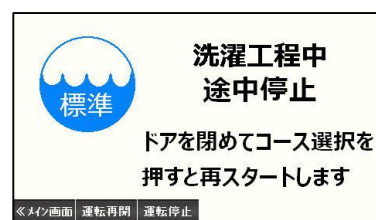

図7-4
- ・エラー発生時に途中停止状態になります。(図7-4)
- ・エラーが発生した場合、エラーの解除を行うと図7-4の画面に切り替わります。この画面の状態で、任意のコース選択スイッチを押すことで、エラー発生前に行っていたコースの工程に戻ることができます。
途中停止した場合、画面下部にある「**運転停止**」を押すことで、本機を完全停止できます。(図7-4)